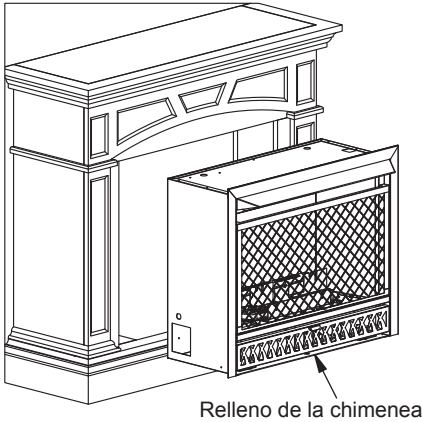

Figura 39
12. Tras el montaje de la repisa de chimenea, elevar a la posición vertical. Con cuidado, empuje el relleno de la chimenea desde el frente de la repisa de chimenea, como se muestra en la Figura 39.